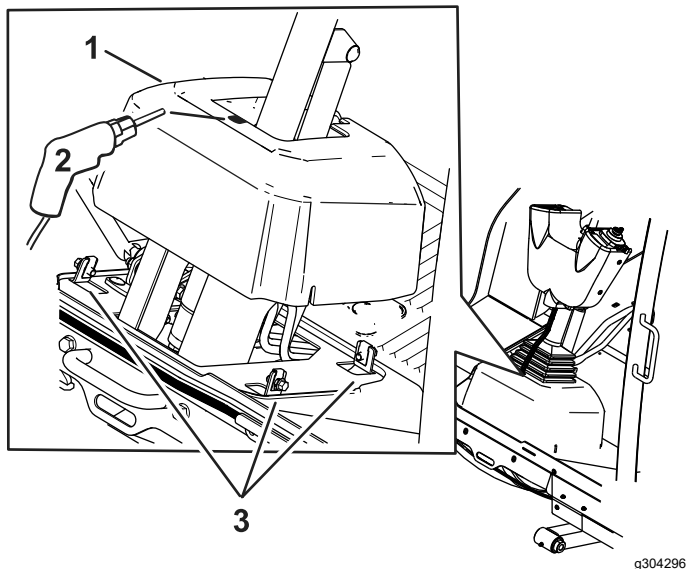

Figure 9
8. Desserrez les boulons autour de la base de la colonne de direction (**Figure 9**).
9. Élevez la base et percez un trou de 22 mm comme montré à la Figure 9.